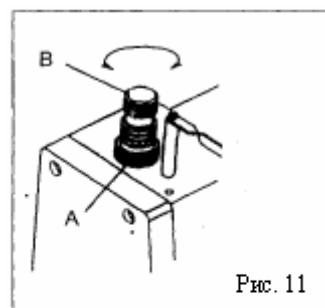
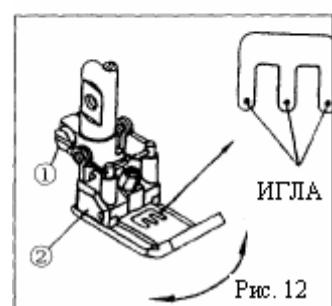

Рис. 11
Рис. 12
Поворот регулировочного винта (В) по часовой стрелке приводит к увеличению давления прижимной лапки, в то время как поворот против часовой стрелки приводит к его уменьшению (см. рис. 11). При неправильном отрегулированном давлении прижимной лапки ухудшается качество строчки, поэтому при регулировке давления следует соблюдать осторожность. Давление прижимной лапки должно быть как можно меньше при условии равномерности строчки. Если игла не попадает в нужное место, как показано на Рис. 12, необходимо выполнить соответствующую регулировку. ослабьте винт (1) и сдвиньте прижимную лапку (2) таким образом, чтобы игла при опускании попадала в нужное место. Затем затяните винт (1).